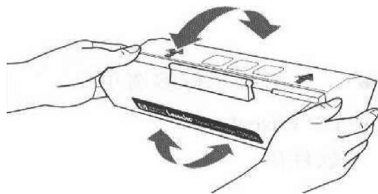

图 2-35 晃动感光鼓
- ② 轻轻地前后晃动感光鼓使墨粉在盒内均匀地分布，如图 2-35 所示。